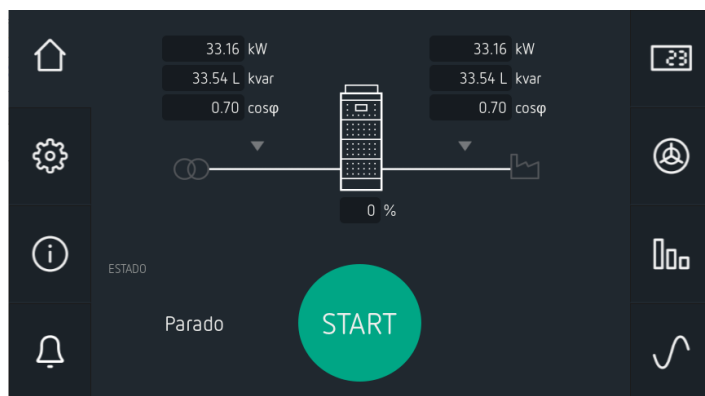

Figura 47: Pantalla inicial.
Una vez alimentado el equipo en el display aparece la pantalla de la **Figura 47**.
② Acceder a las pantallas de valores numéricos, , y en la pantalla de visualización de la tensión y corriente ("6.2.1.- TENSIÓN / CORRIENTE / FRECUENCIA"):
③ Acceder a las pantallas de valores numéricos, , y en la pantalla de visualización de los parámetros de la carga ("6.2.3.- POTENCIA Y COS ϕ DE CARGA"):
④ Volver a la pantalla principal del equipo, , **Figura 47**, si no hay ningún problema de conexionado, en la parte inferior izquierda se debe visualizar el mensaje "**Parado**".